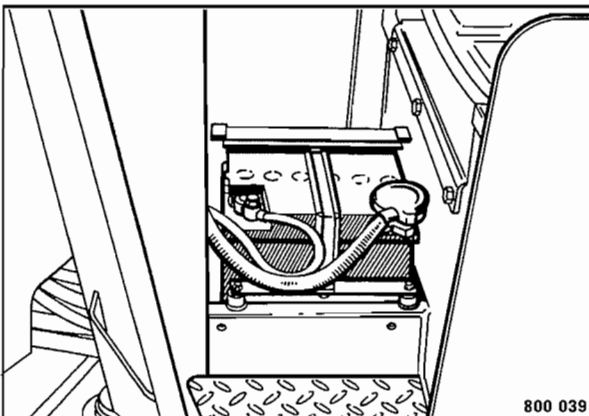

Fig. 112
- Desmontar la cubierta en el compartimento de los pies (Fig. 112).